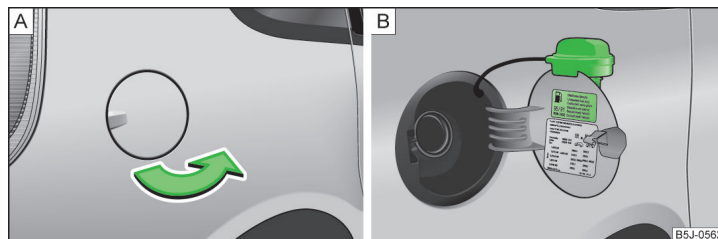

Abb. 126 Tankklappe öffnen / Tankverschluss
Auf der Innenseite der Tankklappe sind die für Ihr Fahrzeug vorgeschriebenen Kraftstoffsorten angegeben » Abb. 126 auf Seite 141 - B.
- Die Tankklappe mit der Hand aufklappen » Abb. 126 - A.
- Den Tankverschluss linksherum herausdrehen und von oben auf die Tankklappe stecken » Abb. 126 - B.